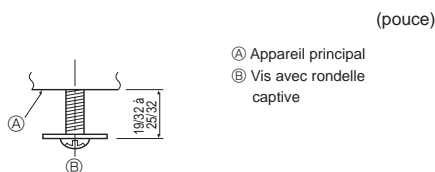

Fig. 5-5
5.4.1. Préparatifs (Fig. 5-5)
- Installer les deux vis livrées, munies des rondelles d'étanchéité ②, dans l'appareil principal (dans le coin de la zone du tuyau d'écoulement et dans le coin opposé) comme indiqué sur le schéma.